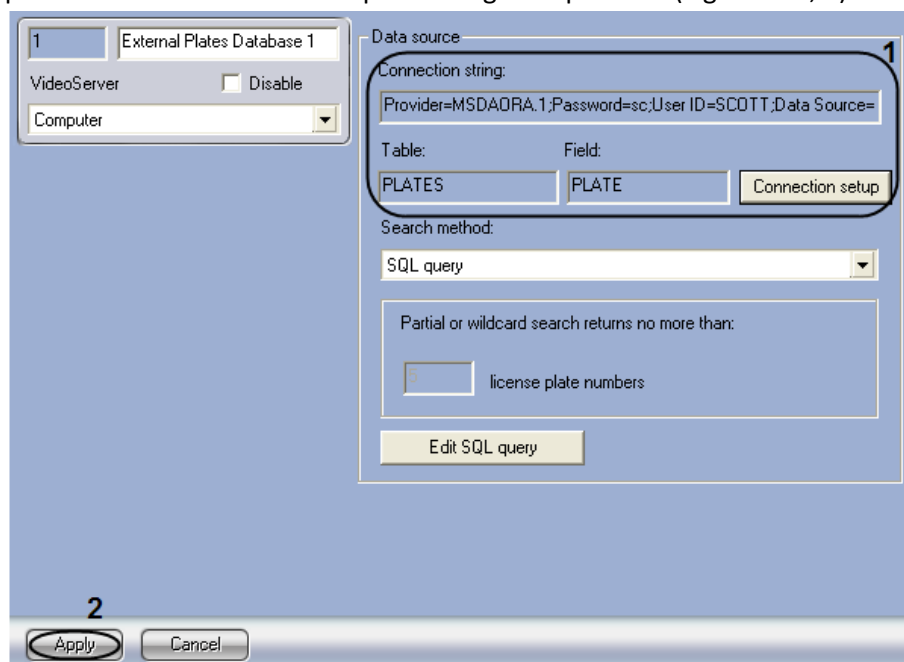

Fig. 7.6—7 External Plates database parameters
11. Click«Apply» (Fig. 7.6—7, 2).